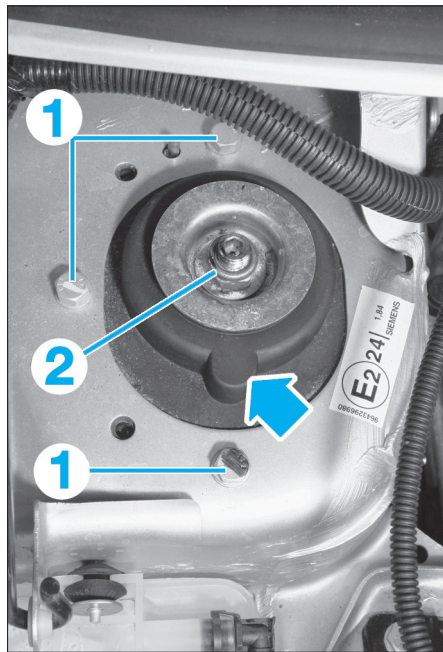

FIG. 5
• Tout en soutenant l'élément de suspension dans le passage de roue, déposer les vis supérieures (1) de la suspension et la dégager (Fig.5).
- l'écrou (2) (Fig.5),
- la coupelle (21) (voir éclaté de pièces "Suspension avant-Train avant"),
- le support d'amortisseur (20),
- la butée à billes (19),
- la coupelle d'appui (17).
- Décompresser puis dégager le ressort (16).
- Récupérer le soufflet protecteur (15) et le tampon/butée (18).
- Déposer l'amortisseur (14) de l'étau.
- remplacer l'écrou (2) et respecter son couple de serrage (Fig.5),
• Le palier de fixation supérieure de l'élément de suspension possède un bossage qui doit être orienté vers l'avant du véhicule (flèche) (Fig.5).